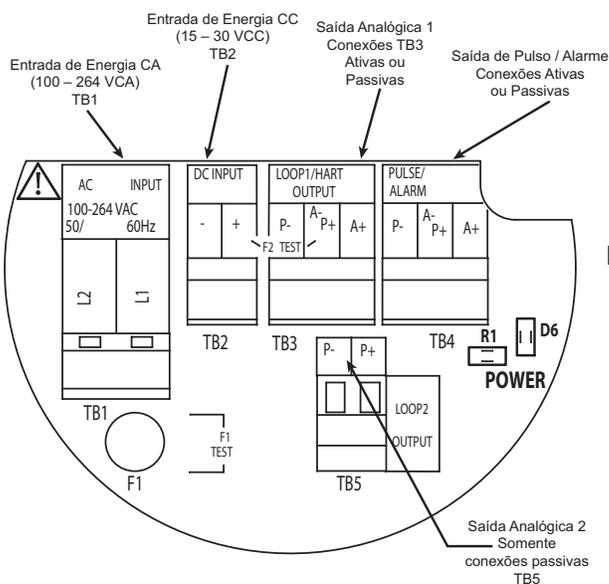

Figura 8
O instrumento tem conexões de fiação separadas para CA (100 a 260 VCA) e CC (15 a 30 VCC). As conexões de fiação elétrica CA são feitas para o bloco de terminais TB1. As conexões CC são feitas para o bloco de terminais TB2. Consulte a figura 8.
4. Conecte as guias de energia aos terminais apropriados. Consulte a Figura 8.
Conexão Ativa — Use a conexão ativa quando o TA2 estiver fornecendo energia para o sinal de 4-20 mA. Use conexões A- e A+ (veja a figura 8). A conexão ativa acionará uma resistência de alça de 1000 Ohms.
Conexão passiva — Use uma conexão passiva quando uma alimentação de energia externa ou o sistema de controle forem usados para energizar a alça de 4-20 mA. Use as conexões P- e P+ (veja a figura 8). A resistência depende da alimentação de energia fornecida pelo cliente.
Saída de Pulso/alarme — Use a conexão ativa quando o TA2 estiver fornecendo energia para a saída de pulso/alarme. Use conexões A- e A+ em TB4 (veja a figura 8).